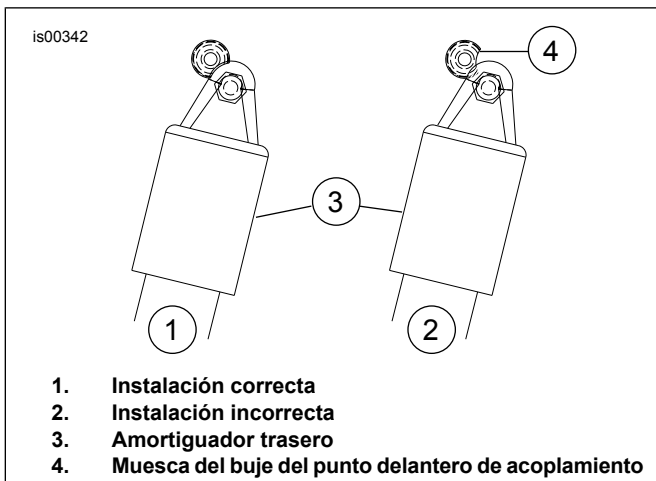

Figura 6. Posición de la muesca del punto de acoplamiento
- d. Insertar el tornillo a través del agujero más pequeño en la pieza de soporte (K) y la cubierta del soporte del guardabarros.
- e. Enroscar el tornillo en la tuerca soldada en el soporte del guardabarros (o tuerca (O) para modelos 1994-1996).
- f. Ver Figura 6 . Girar la muesca de buje (4) a la posición "correcta" (1).